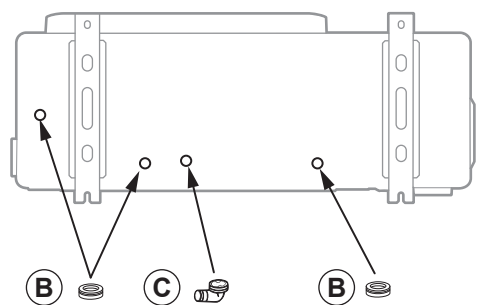

fig. 18 - Instalación de la unidad exterior, evacuación de condensados
- Se puede evacuar agua del aparato, aunque esté en funcionamiento. No instale el aparato en una terraza, sino preferiblemente en un lugar drenado (lecho de grava o arena). Si la instalación se realiza en una región donde la temperatura pueda ser inferior a 0 °C durante un largo periodo de tiempo, asegúrese que la presencia de hielo no representa ningún peligro. También se puede conectar un tubo de evacuación en la bandeja de condensados (opcional) (*fig. 18*).
La unidad exterior debe tener una sobreelevación de al menos 50 mm en relación con el suelo. En las regiones donde nieva, esta altura debe aumentarse pero no debe superar 1,5 m (fig. 18).